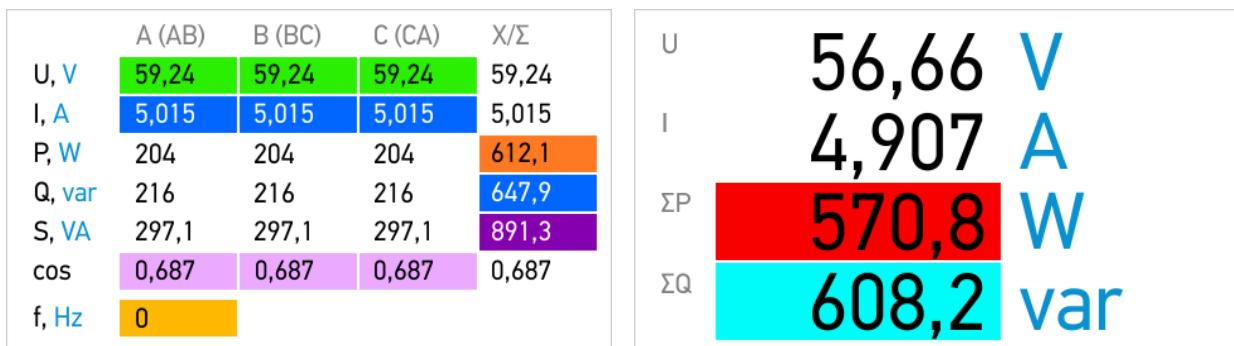

Рисунок 4.5. «Измерения» -> «Цифры»
- Таблица (все измеряемые параметры; рис. 4.5 слева)
- Частота (F);
- Настраиваемое представление (четыре любых параметра из перечня:  $U_{cp}, I_{cp}, F, P_{\text{сумм}}, Q_{\text{сумм}}, S_{\text{сумм}}, \cos cp, W_{p+}, W_{p-}, W_{q+}, W_{q-}$ ; рис. 4.5 справа).